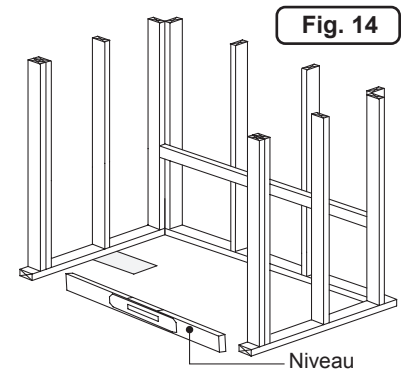

Fig. 14
1. Vérifiez que l'alcôve dans le cadre est de la taille correspondant aux dimensions de Jacuzzi et à l'équerre; vérifiez que le sol est de niveau (Figure 14). La disposition des tuyaux doit être tenue au minimum jusqu'à ce que l'unité soit sur le site des travaux. Les mesures peuvent varier de +0 ou -1/4 po (6,35 mm) par rapport aux spécifications d'origine.